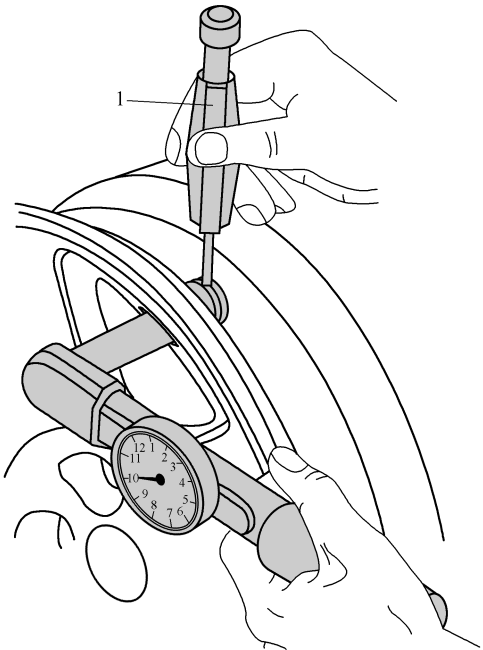

图 5-2-9 用夹子固定金属气门以免转动
(2) 从内侧将带有橡胶密封件的金属气门穿过轮辋，从外面装上自紧垫圈和锁紧螺母，然后拧紧。用夹子 1(例如直径为 2mm 的钻头)固定以免转动，如图 5-2-9 所示。